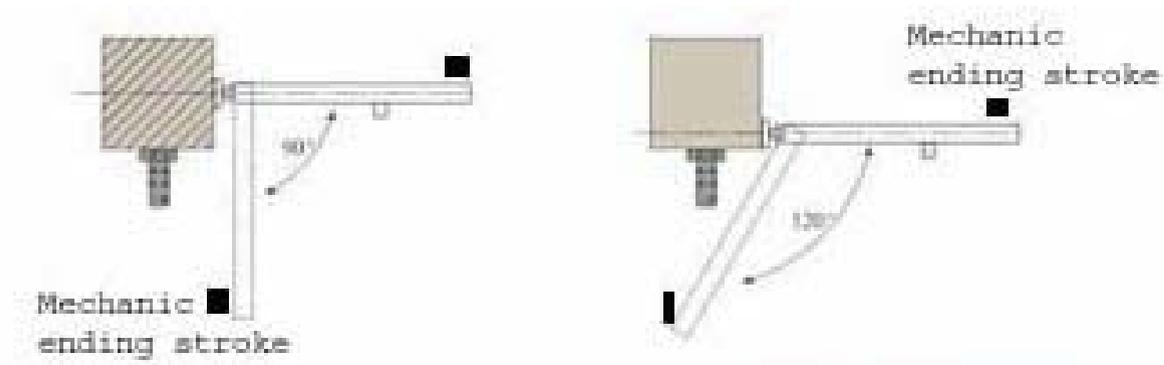

Fig. 3
2. Aprire manualmente il cancello e fissare dei fermi meccanici di fine corsa, sia in apertura che in chiusura (vedi fig. 3)